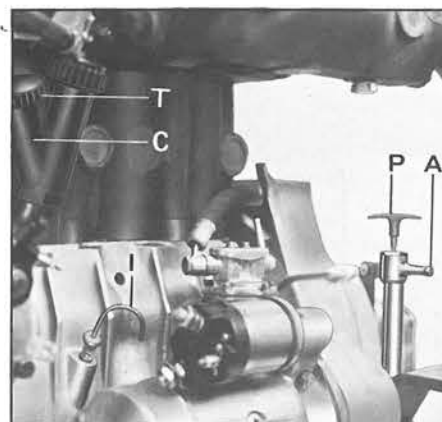

Fig. 26
- Svitare il tappo T di carico olio e il tappo A uscita olio sulla pompa estrazione (fig. 26).
- Unscrew the breather plug «T» and remove the plug «A» from the extraction pump «P» and fit a suitable length of hose before pumping the oil from the sump (fig. 26). Insert new oil through the filter neck «C» (4,5 Kg. - 9,92 lb) (See types and characteristics of lubricants Page 9, Para. 5.2).